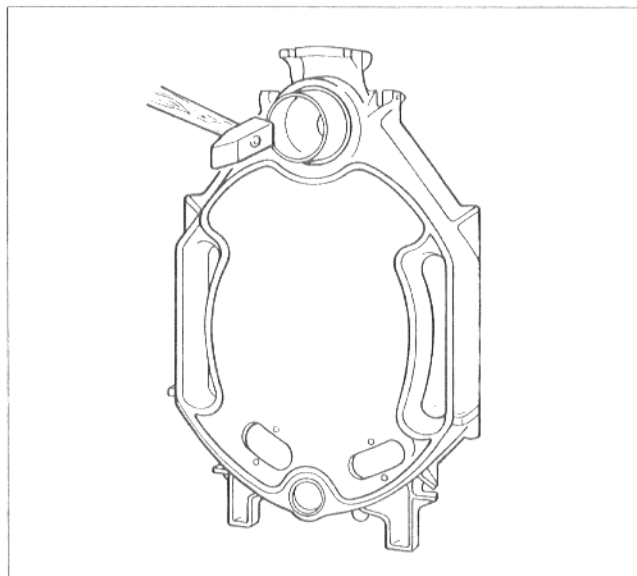

Fig. 10
- Nippel (181/70) settes i øvre nav og nippel (82/50) settes i nedre nav på bakelementet. Niplene settes rett inn og slås inn med kraftige hammerslag i kryss, og eventuelle grader fjernes med fil (Fig 10).